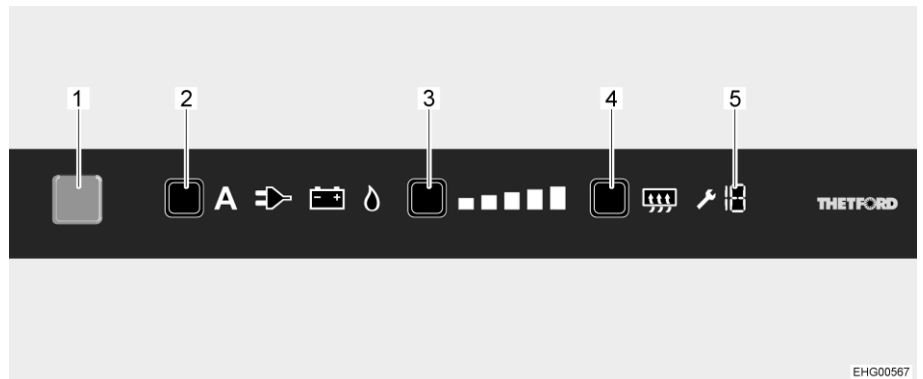

Bild 148 LCD-pekskärm
- Tryck på På/Av-knappen (Bild 148,1) i en sekund. Knappen tänds blå. Senast valda inställning visas.
- Tryck på energivalknappen (Bild 148,2) flera gånger tills önskad energikälla har valts.
- Tryck på kylnivåknappen (Bild 148,3) flera gånger tills önskad kylnivå har valts. Den aktuella kylnivån indikeras av lysande staplar.
- Tryck på På/Av-knappen (Bild 148,1) i cirka 2 sekunder. Alla lampor slocknar. Kylskåpet är avstängt.